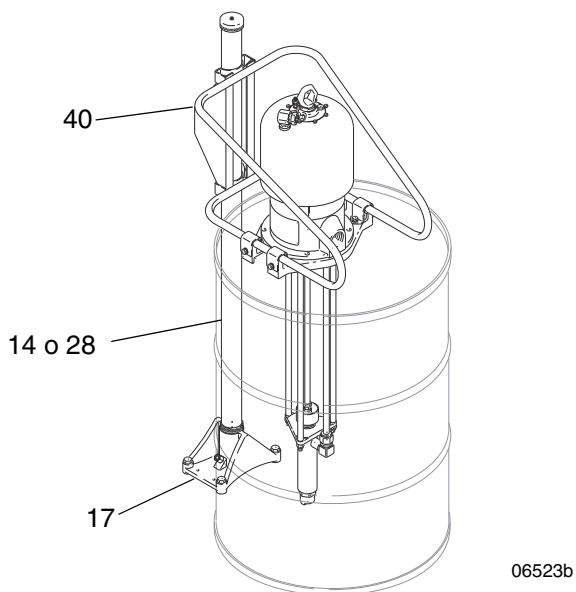
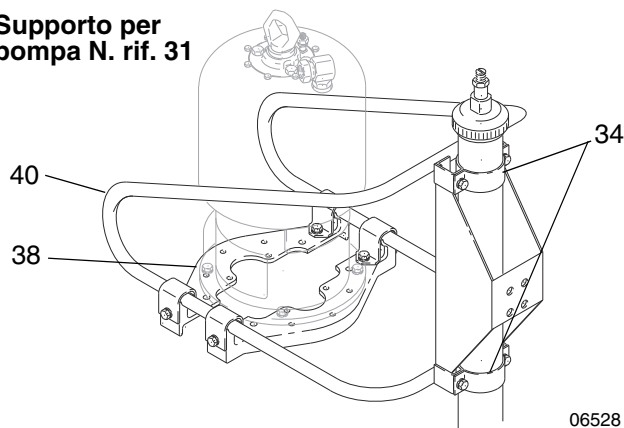

FIG. 1
FIG. 3
Posizionare un fusto aperto contro la base dell'innalzatore (17). Posizionare la staffa (40) sulla parte superiore del fusto in modo che i recessi del morsetto (34) siano serrati contro il tubo di sollevamento dell'innalzatore (14 o 28). Vedere FIG. 1 e FIG. 3. Sollevare il tubo dell'innalzatore di circa 6,4 mm (0,25"), installare i morsetti (34) e serrarli saldamente. Collegare le staffe di montaggio della pompa (38).